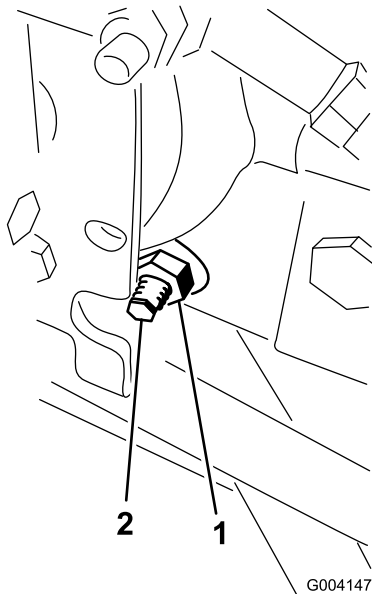

Bild 82
3. Lösen Sie rechts am Hydrostat die Sicherungsmutter an der Fahrtrieb-Einstellnocke (Bild 82).